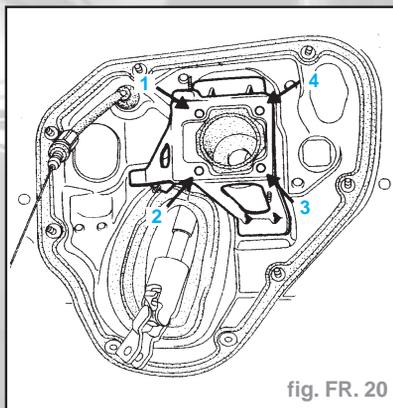

fig. FR. 20
- Mettre en place le disque sur le moyeu et le fixer à l'aide des deux vis (B).
- Dévisser les écrou (1) (2) et (3) (fig. FR. 20).
- Dégager les tuyaux d'eau pour avoir accès à l'écrou (4) depuis le compartiment moteur (fig. FR. 20).
- Dévisser l'écrou (4) en utilisant la douille Fre. 1396.
- Dégager les tuyaux d'eau pour avoir accès à l'écrou (4) (fig. FR. 20).